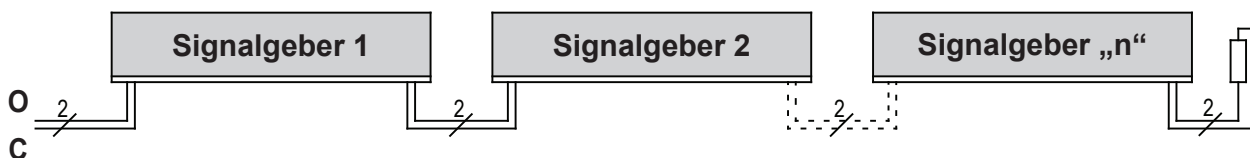

Bild 2: Verschaltung mehrerer Signalgeber, hier am Beispiel Sicherheitskontaktleiste
9.2 Anschluss von mehreren Signalgebern pro Signalgeberkreis (Bild 2)
An dem Signalgebereingang **O** bzw. **C** können ein oder mehrere Signalgeber angeschlossen werden. Hierfür werden die einzelnen Signalgeber entsprechend Bild 2 in Serie geschaltet.